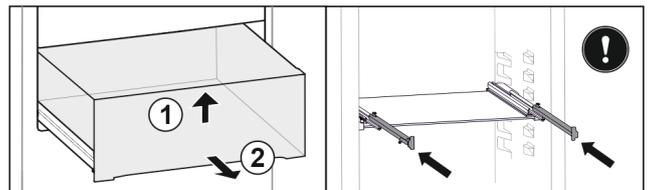

Fig. 82
- ▶ Schubfach vorne anheben. Fig. 82 (1)
- ▶ Schubfach nach vorne entnehmen. Fig. 82 (2)